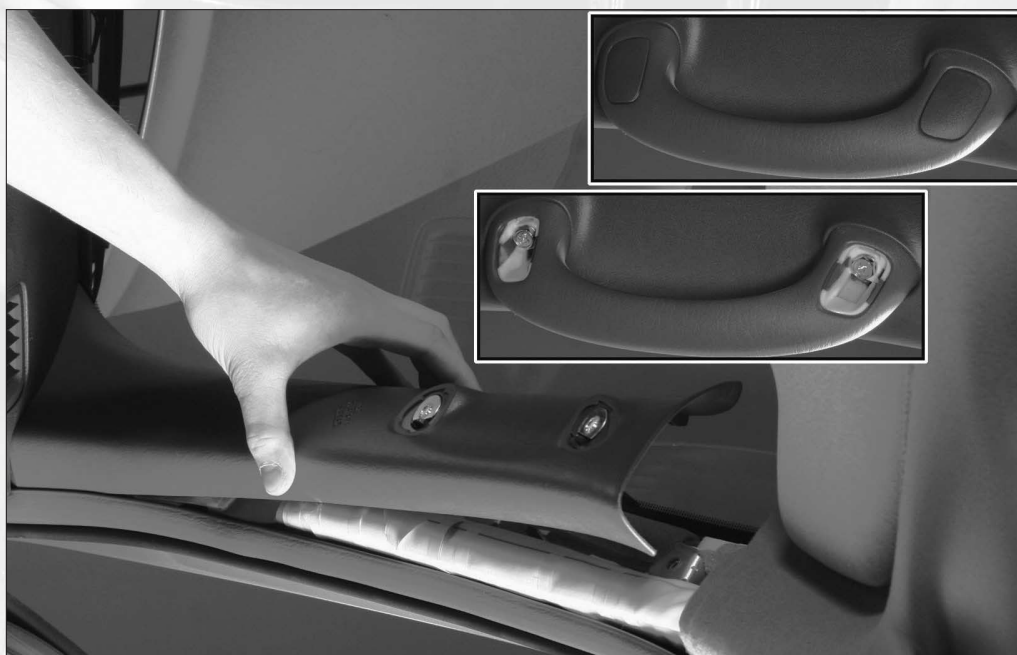

FIG.42
- Décliper les caches des poignées latérales (Fig.42), pour accéder aux vis et les déposer